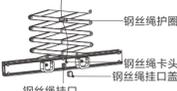

图5
- 如图5，确保上滑轨固定好后，将钢丝绳穿过钢丝绳护圈，再将钢丝绳卡头套进钢丝绳挂口内，套上钢丝绳挂口盖，剪掉剪刀架扎带。以同样的步骤安装好另一侧剪刀架。